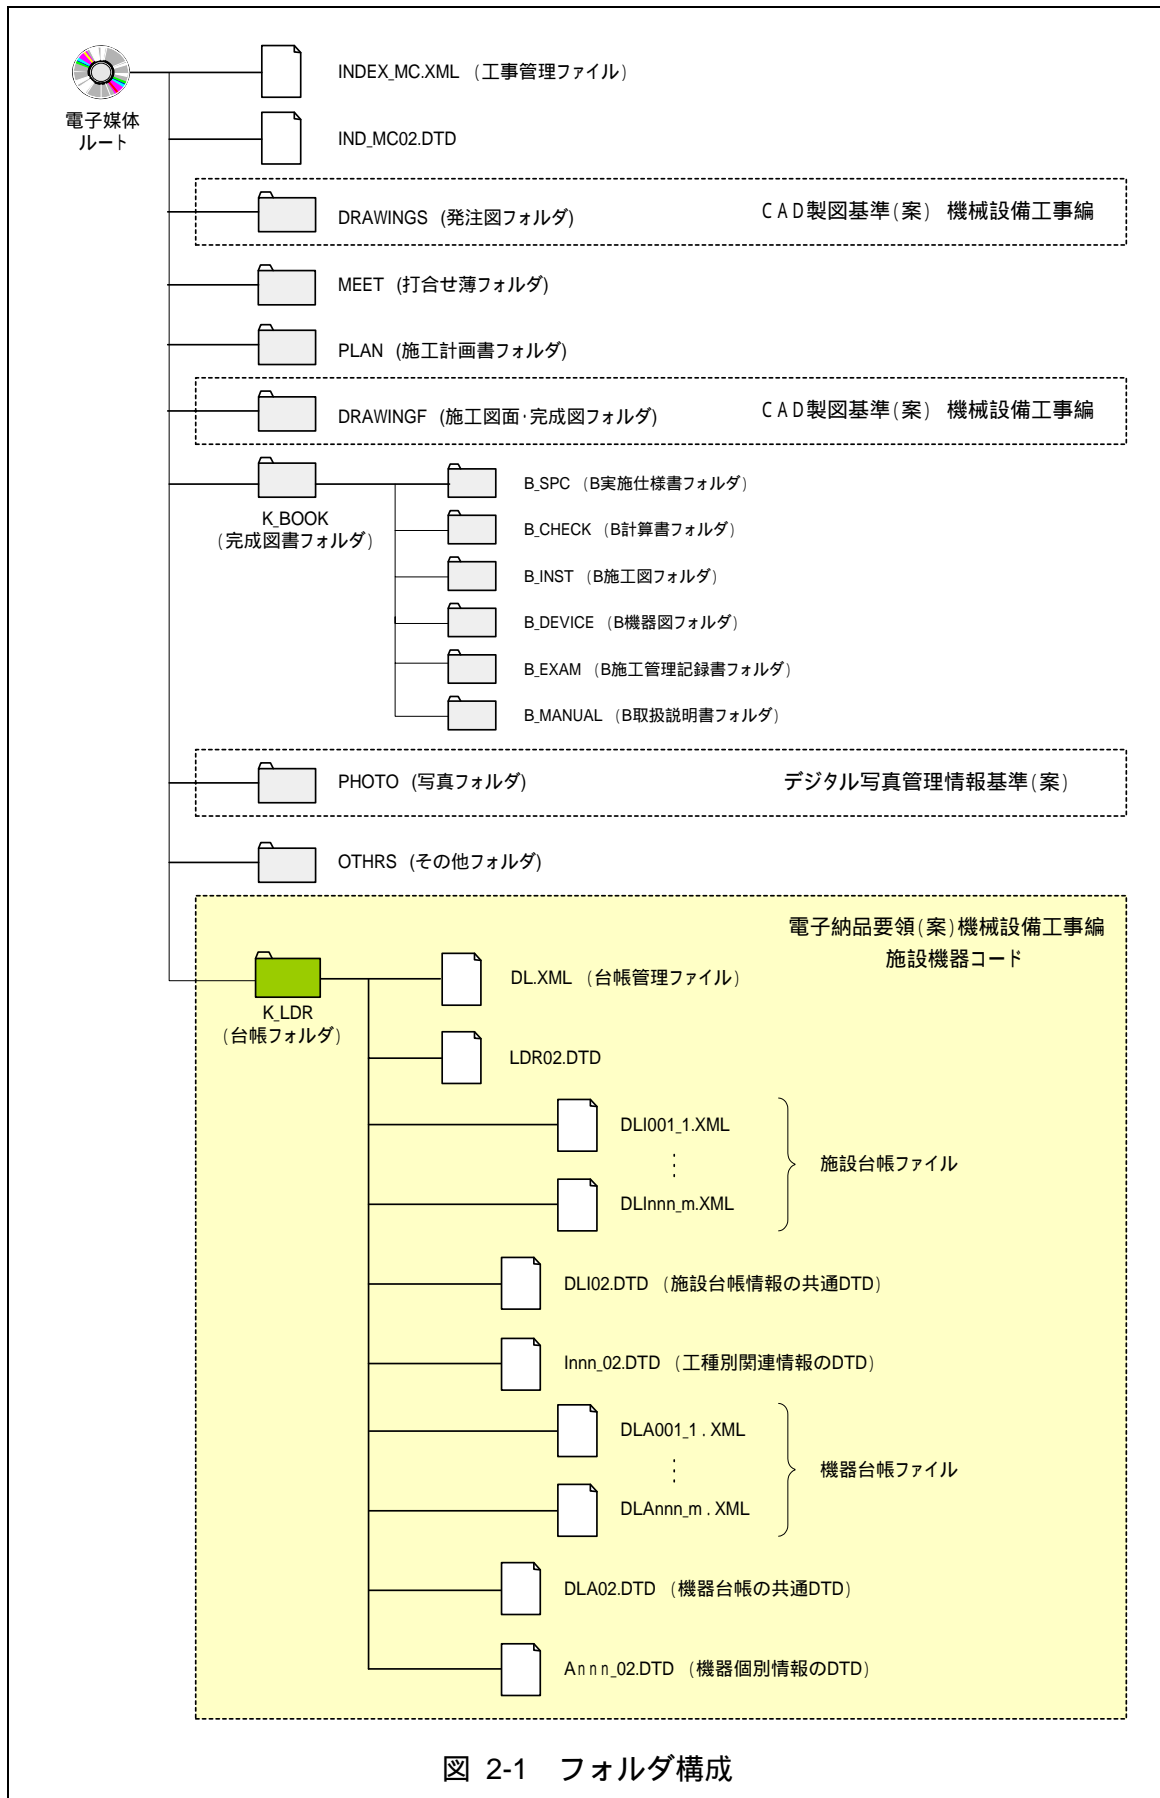

図 2-1 フォルダ構成
電子的手段により引き渡される成果品は、図 2-1に示すフォルダ構成とする。
- 図 2-1のフォルダの順番は、例示であり、表示の順番はこれによるものではない。